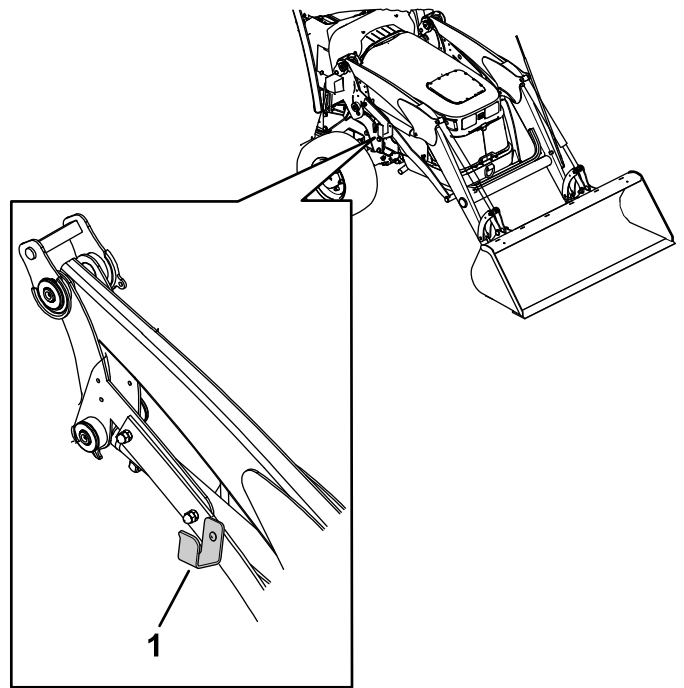

Figura 49
8. Coloque el grupo de mangueras sobre la placa de retención de las mangueras (Figura 49).